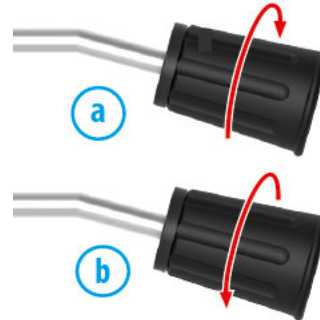

Abb. 9: Standardbetrieb
Schritt 1: Vergewissern Sie sich, dass sich der Düsenkopf (Abb. 9) nicht in der Position Reinigungsmittel/Niederdruck befindet, wie in Abb. 9a gezeigt (siehe auch Abschnitt „Betrieb mit Reinigungsmittel“).